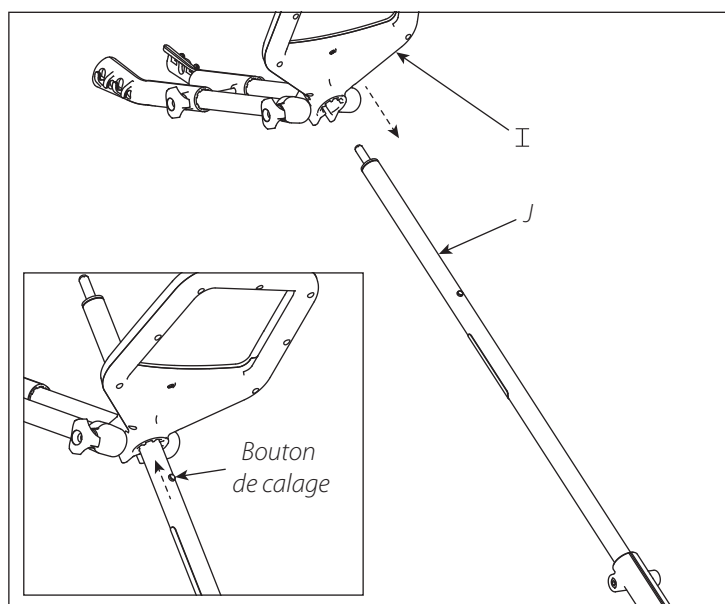

FIGURE 4
5. Monter l'ensemble poignée et bras de serrage (I) sur la rallonge (J). Le logo Fusion® doit être tourné vers l'utilisateur et la perceuse. Vérifier que le bouton de calage sur le tube de rallonge en aluminium s'engage complètement dans les cinq logements de position de la poignée selon l'angle d'utilisation souhaité. Serrer ensuite fermement l'écrou bouton à la main sur la vis pour attacher solidement la poignée à la rallonge. **VOIR FIGURE 4**
6. Monter la rallonge (J) sur le réducteur (E). Vérifier que les deux boutons de calage de part et d'autre du tube en aluminium du réducteur s'engagent complètement dans les deux gorges correspondantes du coupleur de la rallonge. Il peut être nécessaire de faire légèrement tourner l'embout hexagonal de l'arbre de rallonge à la main pour pouvoir l'engager sur l'embout hexagonal du réducteur. Serrer fermement l'écrou bouton à la main sur la vis pour attacher solidement la rallonge au réducteur.